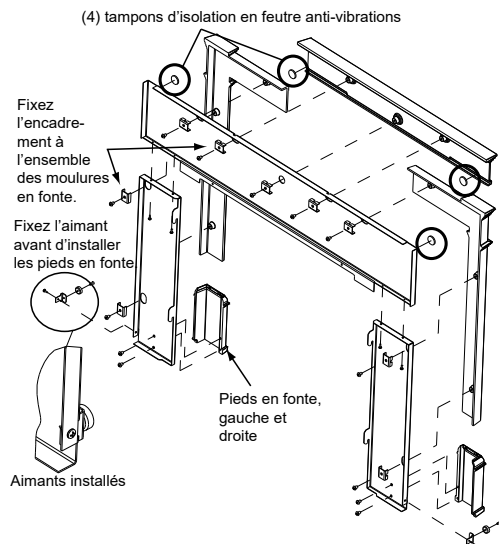

Figure 23.1
1. Placez les tampons d'isolation antivibratile en feutre à bande adhésive pelée et collée sur la face avant de chaque côté de la pièce en métal supérieure et sur la face arrière de chaque côté de la pièce supérieure en fonte (**Figure 23.1**).
- a. Placez les pièces de garniture en fonte correspondantes (2 faces latérales décoratives en fonte et 1 en-tête décoratif en fonte) sous l'ensemble d'encadrement, également face vers le bas. Alignez les trous dans les pièces en métal avec les 5 bossages sur la pièce supérieure en fonte et 2 bossages sur chaque pièce latérale (**Figure. 23.1**).
- b. Rattacher les aimants aux supports à aimants avec une vis autotaraudeuse pour chacun. Reliez l'aimant et le support aux faces latérales d'encadrement en métal avec la face de l'aimant orientée vers l'avant (**Figure. 23.1**).